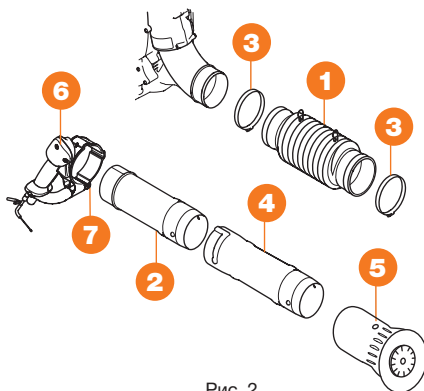

Рис. 2
- Закрепите оба конца гибкого шланга при помощи хомутов. Используйте прилагаемое крепежное оборудование (Рис. 2).